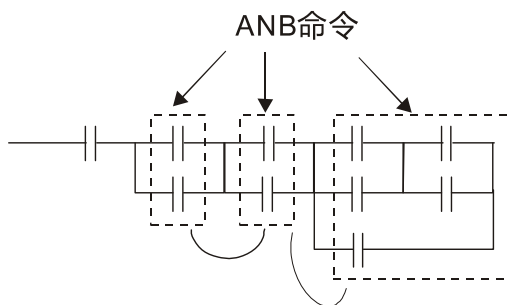

图 16-34
**ANB 命令**：一区块与一装置或一区块的串接组合。如下图 16-34 所示：